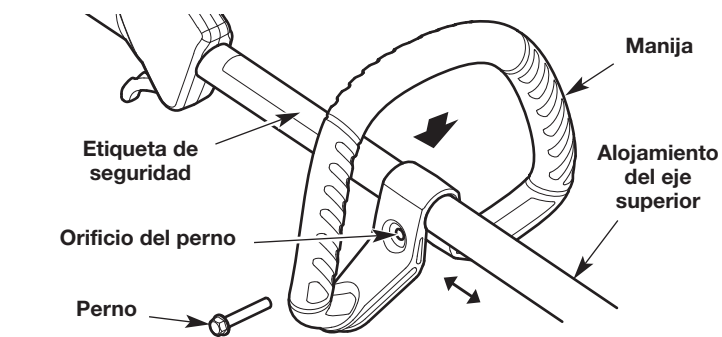

Fig. 9
1. Oprima la manija hacia abajo sobre el alojamiento del eje superior (Fig. 9). Asegúrese de que el orificio del perno mire hacia la derecha (Fig. 9).
2. Inserte el perno en el orificio del perno y oprímalo para que pase a través de él (Fig. 9). Ajuste el perno con un destornillador de cabeza plana, pero no lo ajuste completamente.
3. Mantenga la unidad en la posición de funcionamiento (Fig. 21). Mueva la manija hacia arriba o abajo del alojamiento del eje superior hasta que esté en una posición cómoda (Fig. 9). Compruebe que la manija esté ubicada más allá del extremo de la etiqueta de seguridad (Fig. 9).
1. Afloje el perno con un destornillador de cabeza plana (Fig. 9).
2. Mantenga la unidad en la posición de funcionamiento (Fig. 21). Mueva la manija hacia arriba o abajo del alojamiento del eje superior hasta que esté en una posición cómoda (Fig. 9). Compruebe que la manija esté ubicada más allá del extremo de la etiqueta de seguridad (Fig. 9).